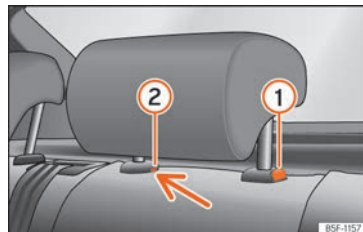

Fig. 110 Encostos de cabeça traseiros: desmontagem.
- Pressione o botão »» **Fig. 110 ①**, pressionando ao mesmo tempo através do orifício da trava de segurança ② com uma chave de fendas plana com um máximo de 5 mm de largura e retire o encosto de cabeça.